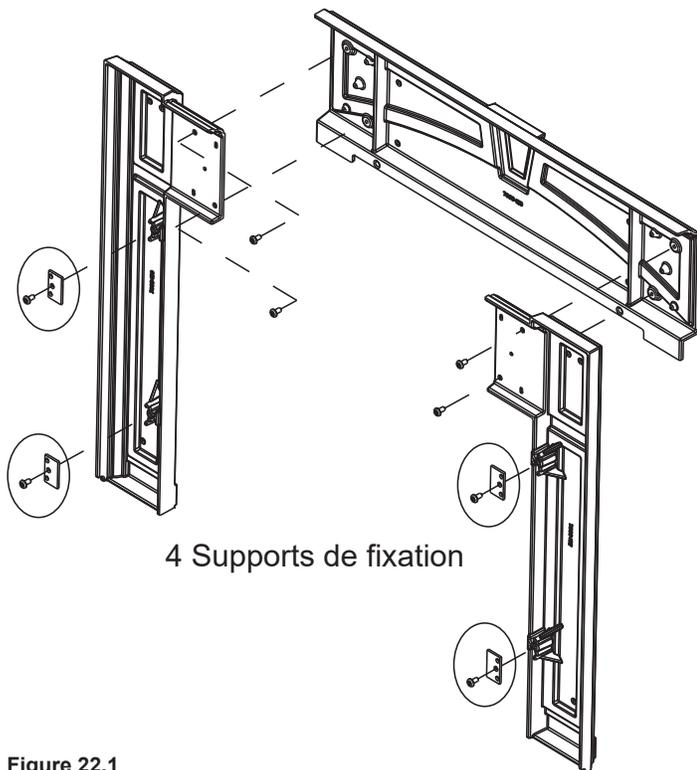

Figure 22.1
4. Fixez les supports de montage aux pièces latérales fournies avec l'ensemble (**Figure 22.1**).